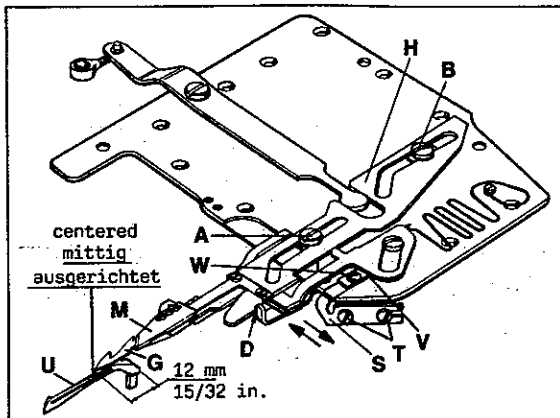
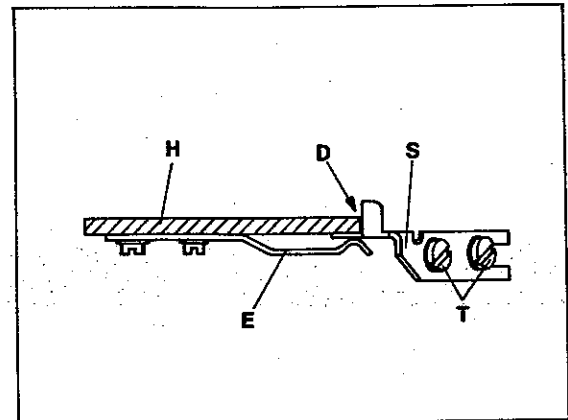
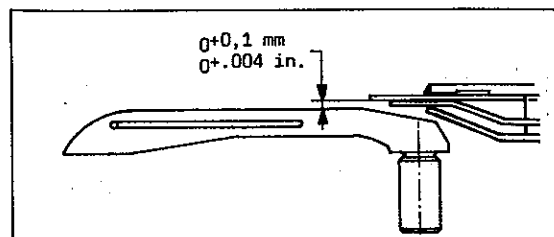

Fig.43
Fig.44
Fig.45
- 3.1 Loosen screws (T, Fig. 43) and move guide (S) to the front (towards the operator).
For adjustment loosen screw (B, Fig. 43) and rotate lower knife holder (H) around screw (A) until the lower knife tip centers above the ridge on the top of the looper blade.
- 3.4 Stop (V, Fig. 43) limits the movement of the upper knife (M) to the left.
Now move guide (S, Fig. 43) to the rear (away from operator) until it contacts the lower knife holder (H) at point (D, Figs. 43 and 44) without deflecting it.
Simultaneously set by lowering or raising guide (S, Fig. 44), which is also positioned between lower knife holder (H) and leaf spring (E), the height of lower knife above the top ridge of looper blade according to Fig. 45. Retighten screws (T, Figs. 43 and 44).
NOTE: Always when loosening screw (B, Fig. 43) for setting the lower knife tip, it is necessary to readjust guide (S, Figs. 43 and 44).
- 3.1 Lösen Sie die Schrauben (T, Fig. 43) und schieben Sie die Führung (S) nach vorne (zur Bedienungsperson).
- 3.2 Bei genau am oberen Endpunkt ihrer Bewegung stehenden Nadeln schwenken Sie den Fadenabschneidermechanismus nach links, bis die Spitze des Untermessers (G, Fig. 43) 12 mm vom rechten Ende des Greifers (U) entfernt ist.
Zur Einstellung lösen Sie die Schraube (B, Fig. 43) und drehen den Träger für Untermesser (H) um die Schraube (A) bis die Untermesserspitze mittig über dem Rücken der Greiferklinge steht.
- 3.4 Der Anschlag (V, Fig. 43) begrenzt die Bewegung des Obermessers (M) nach links.
Schieben Sie nun die Führung (S, Fig. 43) nach hinten (von der Bedienungsperson weg) bis sie im Punkt (D, Fig. 43 und 44) am Träger für Untermesser (H) ohne zu drücken anliegt.
Stellen Sie gleichzeitig durch nach unten oder oben Verschieben der Führung (S, Fig. 44), die auch zwischen dem Träger für Untermesser (H) und Blattfeder (E) liegt, die Höhe des Untermessers über dem Rücken der Greiferklinge nach Fig. 45 ein. Ziehen Sie die Schrauben (T, Fig. 43 und 44) wieder an.
BEACHTEN SIE: Nach jedem Lösen der Schraube (B, Fig. 43) zum Einstellen der Untermesserspitze, muß die Führung (S, Fig. 43 und 44) neu eingestellt werden.